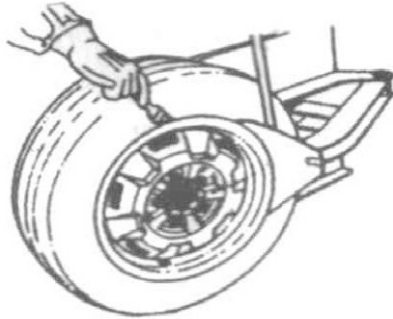

Рис.17
4.1.2 Поместите шину между отжимной пластиной разъединения борта и стопором бегунка пресса для монтажа и демонтажа шины. (Рис. 17)